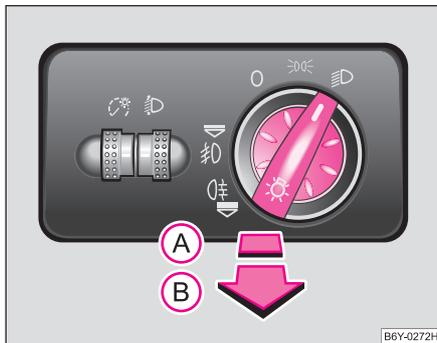

Abb. 32 Schalttafel:
- Drehen Sie den Lichtschalter ⇒ Abb. 32 in Stellung 0.
Bei Fahrzeugen mit **Rechtslenkung*** weicht die Anordnung der Schalter zum Teil von der in ⇒ Abb. 32 gezeigten Anordnung ab. Die Symbole, die die Schalterstellungen markieren, sind jedoch gleich.
- Drehen Sie zunächst den Lichtschalter ⇒ Seite 55, Abb. 32 in die Position 𐀁 oder 𐀂.
- Ziehen Sie den Lichtschalter bis zur **ersten** Raste (A) heraus.
- Ziehen Sie den Lichtschalter bis zur **zweiten** Raste (B) heraus.